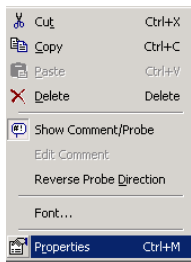
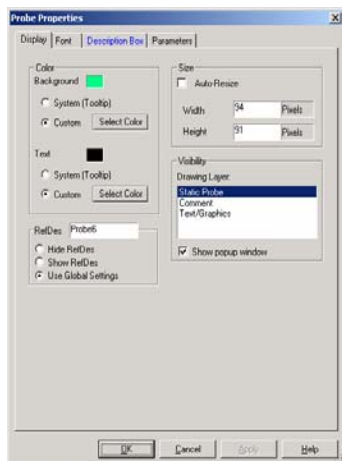

图 5-188 选择探针属性
图 5-189 “Display”选项卡
探针属性设置：用鼠标选择要改变的探针，单击鼠标右键，系统弹出一个下拉菜单，如图 5-188 所示。单击“Properties”选项，探针属性设置对话框弹出，共有 4 个选项卡供选择，如图 5-189 所示。
- “Display”选项卡：探针显示特征设置，如图 5-189 所示。“Color”选项组设置探针背景及字体颜色；“RefDes”选项组选择按探针序号显示、藏匿还是按全局编号显